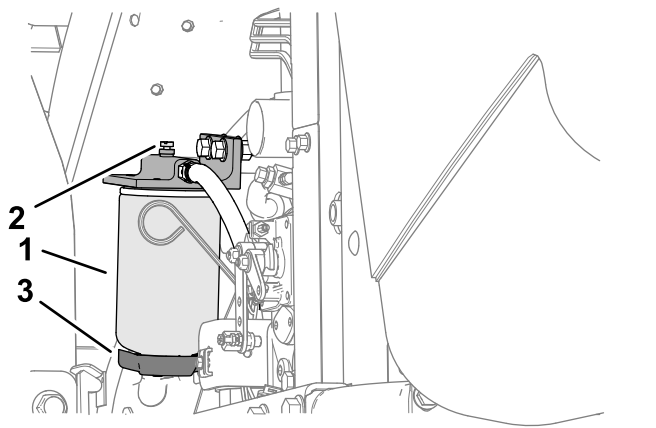

図 77
3. フィルタ容器(図 77)の周辺をウェスできれいにぬぐう。